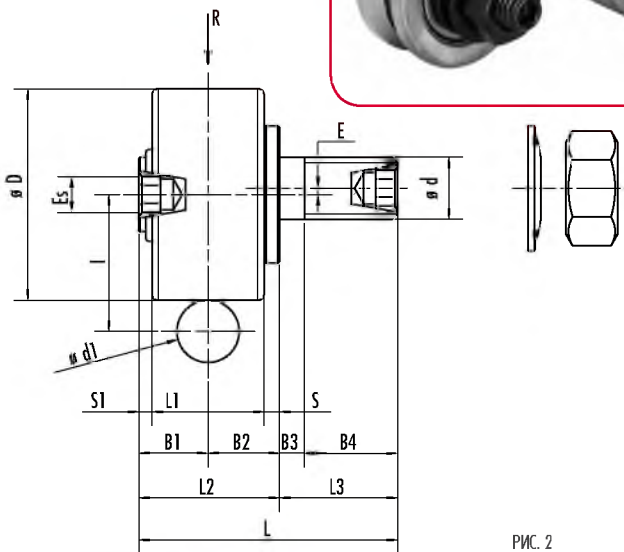

РИС. 2
**ЦИЛИНДРИЧЕСКИЕ РОЛИКИ РИС. 2**